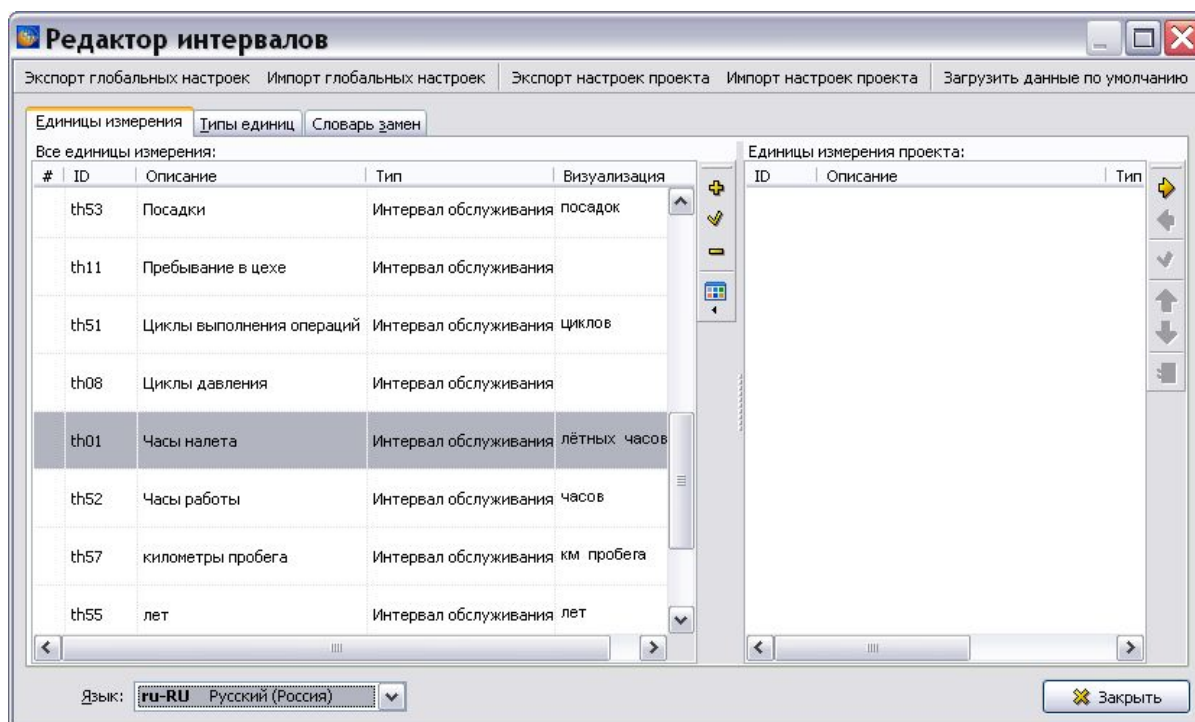

Рис. 5.28
8. В случае отсутствия нужной единицы измерения, её можно создать в редакторе интервалов, что доступно пользователю с правами администратора и руководителя проекта. Для вызова редактора интервалов в окне единиц измерения нажмите на кнопку **Открыть редактор интервалов** . После этого откроется диалоговое окно **Редактор интервалов** (Рис. 5.28).
Язык единиц измерения по умолчанию совпадает с языком, установленным для версии модуля данных. Имеется возможность установить язык единиц измерения отличным от языка версии МД. Для этого используйте выпадающий список **Язык** в окне **Редактор интервалов** (Рис. 5.28).